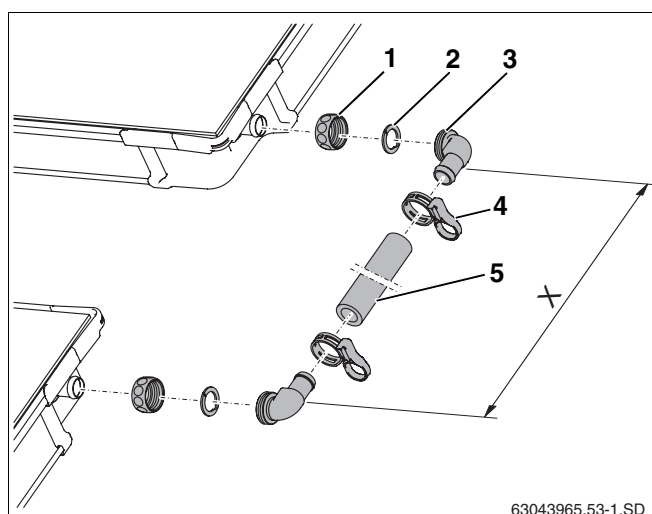

Fig. 41 Juego de conexión entre dos filas de colectores
- ▶ Deslice la tuerca de racor (fig. 41, **pos. 1**) sobre las conexiones del colector.
- ▶ Coloque la arandela de sujeción (fig. 41, **pos. 2**) por detrás del borde reforzado de la conexión del colector y júntelas hasta unir las.
- ▶ Presione la boquilla en ángulo con junta tórica (fig. 41, **pos. 3**) sobre la conexión, corrija su orientación y enrósquela con la tuerca de racor.
- ▶ Mida la distancia entre las boquillas en ángulo (medida X) en los colectores montados y corte el tubo solar (fig. 41, **pos. 5**) a la longitud adecuada.
- ▶ Introduzca el tubo solar sobre las boquillas en ángulo y fíjelo con abrazaderas (fig. 41, **pos. 4**).